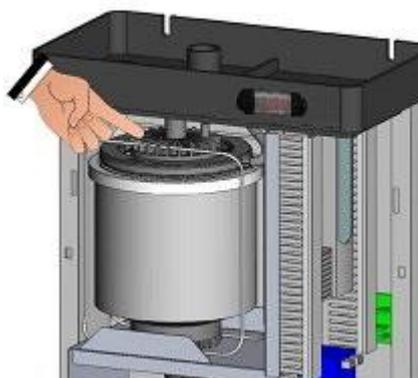

Fig. 1
2. Remplacer la bride de sortie de la vapeur de diamètre 25 par celle de diamètre 40, fournie (**Fig.1**) (pour les humidificateurs ES24, cela n'est pas nécessaire).